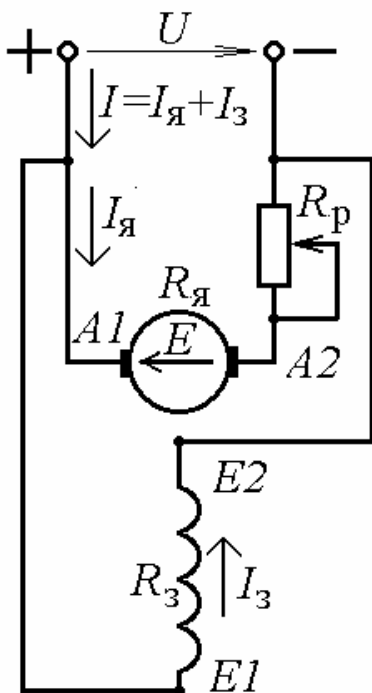

Рисунок 3
На рис.3 зображено електричну схему вмикання двигуна постійного струму (ДПС) з паралельним збудженням. Варіанти паспортних даних цих двигунів наведено в табл.2, де позначено $P_{2\text{ном}}$, $U_{\text{ном}}$, $\eta_{\text{ном}}$, $n_{\text{ном}}$ – відповідно, номінальні потужність, напруга, ККД і частота обертання; $R_{\text{я}}$ - опір якорного кола; $R_{\text{з}}$ – опір обмотки збудження.
5. Побудувати штучну механічну характеристику $n(M)$ при номінальній напрузі $U_{\text{ном}}$, якщо у коло якоря ввімкнутий регульовальний реостат з опором $R_{\text{р}} = 2,5R_{\text{я}}$ (рис.3).
6. Визначити опір $R_{\text{р}}$ регульовального реостата, який треба увімкнути у коло якоря (рис.3) для обмеження пускового струму якоря до $I_{\text{я пуск}} = 2,4I_{\text{я ном}}$, якщо двигун вмикається при пуску на номінальну напругу $U_{\text{ном}}$.